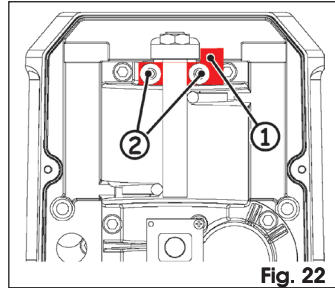

Fig. 22
3. Coloque de nuevo el platillo de tope pero girado 180° con respecto a la posición original, Fig.22 ref. ①.
4. Bloquee el grupo con los dos tornillos Fig. 22 ref. ②.